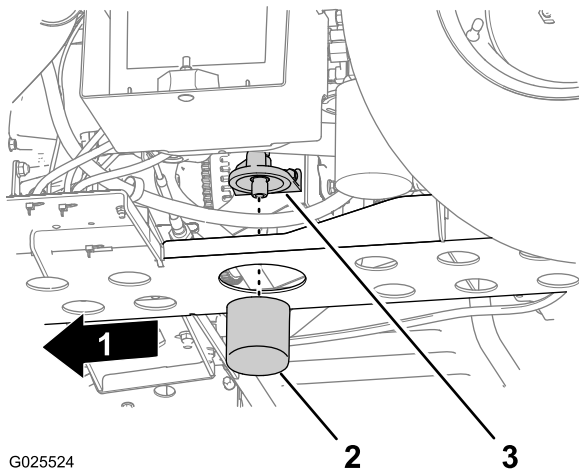

Figura 55
4. Desmonte el filtro de aceite del adaptador del filtro (Figura 55).
5. Limpie la base de la junta del adaptador del filtro (Figura 55).
7. Instale el filtro hasta que la junta entre en contacto con la base de la junta del adaptador del filtro, luego apriete el filtro en sentido horario de 1/2 a 2/3 de vuelta más (Figura 55).